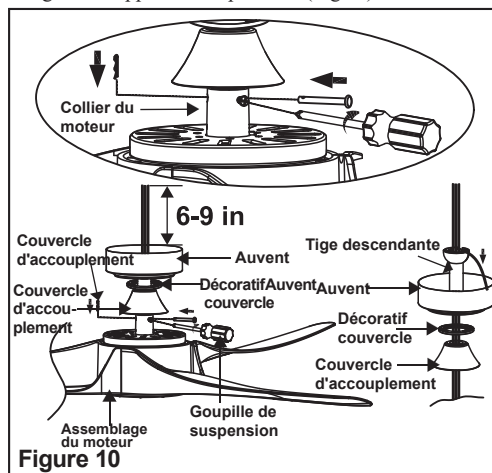

Figure 10
Étape 5. Faites passer les fils sortant du haut du moteur du ventilateur par le couvercle de l'accouplement, le couvercle décoratif, la verrière, puis par la tige descendante. (Fig. 10)
Étape 6. Alignez les trous de la partie inférieure de la tige descendante avec les trous du collier situé sur le dessus du boîtier du moteur (Fig. 10). Insérez délicatement la goupille de suspension dans les trous du collier et de la tige descendante. Veillez à ne pas coincer la broche contre le câblage à l'intérieur de la tige descendante. Insérez la goupille de verrouillage dans le trou situé près de l'extrémité de la tige de suspension jusqu'à ce qu'elle s'enclenche dans sa position verrouillée, puis serrez les vis de réglage comme indiqué sur la Fig.10. Coupez l'excédent de fils du luminaire en laissant environ 15 à 20 cm au-dessus du haut de l'ensemble boule de suspension/tige descendante.